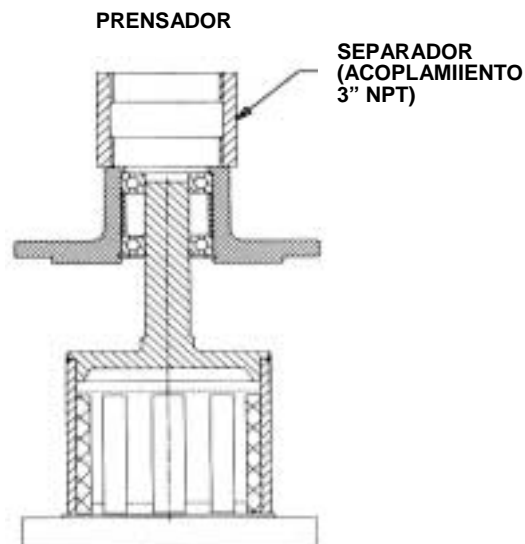

FIGURA 14
1. Ponga el cojinete (1) dentro del agujero de la guarnición. Tapa ligeramente o presione hacia adentro. Coloque el separador en el agujero e inserte el segundo cojinete. Pulse hacia abajo hasta que los cojinetes toquen el fondo. Instale el aro de retención interior en la guarnición del cojinete.
2. Saque el eje del magnetismo exterior e introdúzcalo en el cojinete hasta que se encuentre con resistencia. Póngalo en posición recta en el prensador (ver Figura 14), coloque el separador en el extremo de la guarnición como un acoplamiento NPT 3" y empuje la envuelta hacia abajo hasta que el cojinete choque con el anillo de refuerzo del eje. Instale el aro de retención exterior en el eje del magnetismo exterior.